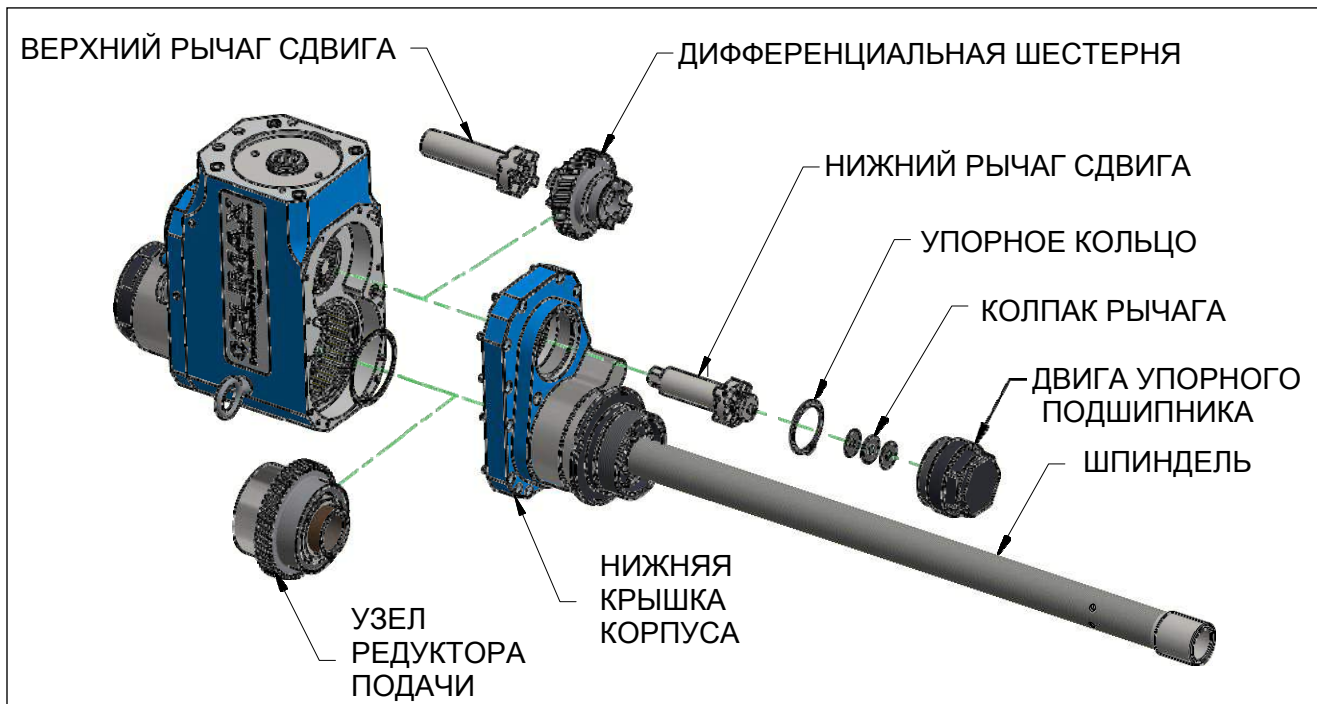

Рис. 5-4. Узел редуктора
2. Снимите нижнюю крышку корпуса и шпindel с редуктора так, чтобы извлечь верхний конец шпинделя из главного редуктора. (Рис. 5-4).
3. Теперь у вас есть доступ к комплекту дифференциальных шестерней и шпинделю (см. рис. 5-4). Для замены комплекта дифференциальных шестерней см. разделы 5.4.4 – 5.4.8. Для замены шпинделя см. раздел 5.4.9.
При выполнении операций, описанных в разделах 5.4.4 – 5.4.9, см. рис. 5-4 или 5-6.
Выполните следующие действия, обращая внимание на рис. 5-4: